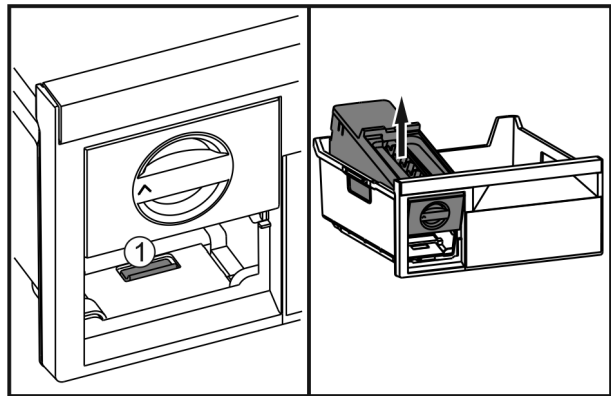

Fig. 38
- ▶ Apăsăți eclisa Fig. 38 (1) EasyTwist-Ice, ridicați-o din spate și scoateți-o din sertarul de congelare.